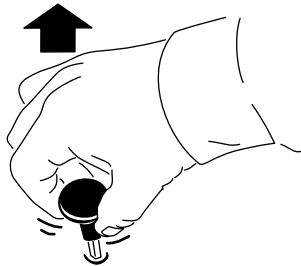

Рисунок 12
- Вытяните на себя переключатель (Рисунок 12), чтобы включить механизм отбора мощности или задействовать навесное оборудование (в зависимости от настройки вашего навесного оборудования).